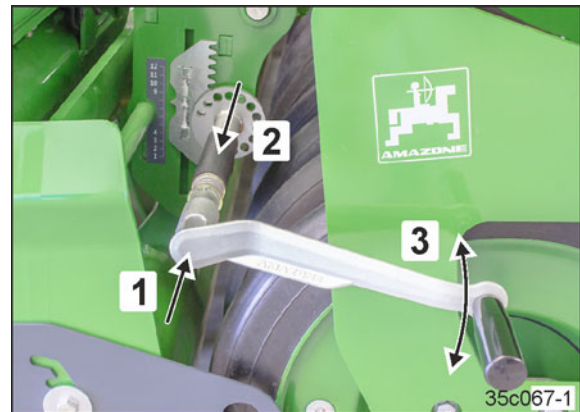

Fig. 126
1. Sacar la herramienta de manejo de la posición de estacionamiento (Fig. 60/1, véase la página 79) y meterla en el dispositivo de ajuste (Fig. 126/1).
Mantener la herramienta de manejo (Fig. 126/3) en posición antes de soltar en enclavamiento con sujeción firme.
2. Girar la herramienta de manejo (Fig. 126/3) para descargar y desbloquear el engranaje de bloqueo (Fig. 126/2).